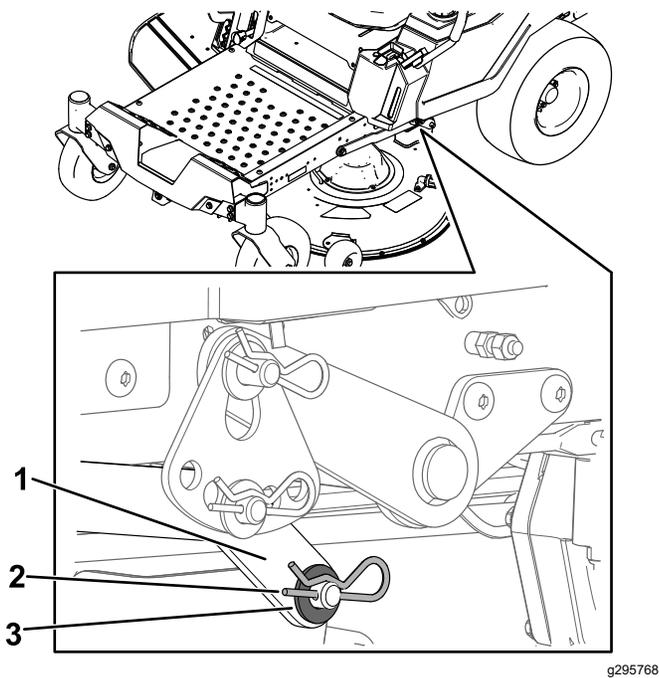

Figura 75
- Pe o parte a mainii, îndepărtați aiba și tiftul în formă de agrafă de la tiftul punii (Figura 75).
- Îndepărtați braul de ridicare de la tiftul punii (Figura 75).
- Pe o latură a mainii, ridicați partea din spate a punii mainii de tuns iarba și montați braul de ridicare la tiftul punii (Figura 75).
- Montați braul de ridicare utilizând aiba și tiftul în formă de agrafă (Figura 75).